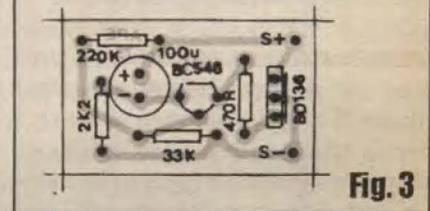

Fig. 3
- FIG. 3 - *CAPAEADO DA MONTAGEM* - O diagrama mostra agora o impresso pela sua face não cobreada, todas as peças posicionadas e identificadas pelos seus códigos, valores, indicativos de polaridade, etc. Todos os componentes devem ficar tão rentes à superfície da placa quanto o permitirem o tamanho, disposição e natural flexibilidade dos seus terminais... Os dois transistores e o capacitor eletrolítico são polarizados, devendo ser inseridos e soldados rigorosamente nas posições indicadas: BD136 com sua face metalizada